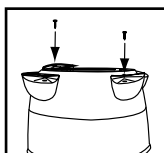

FIGURE 6
6. Assurez-vous que le porte-roulette soit complètement inséré dans le fond du réservoir. Fixez avec les vis fournies. **FIGURE 6**.